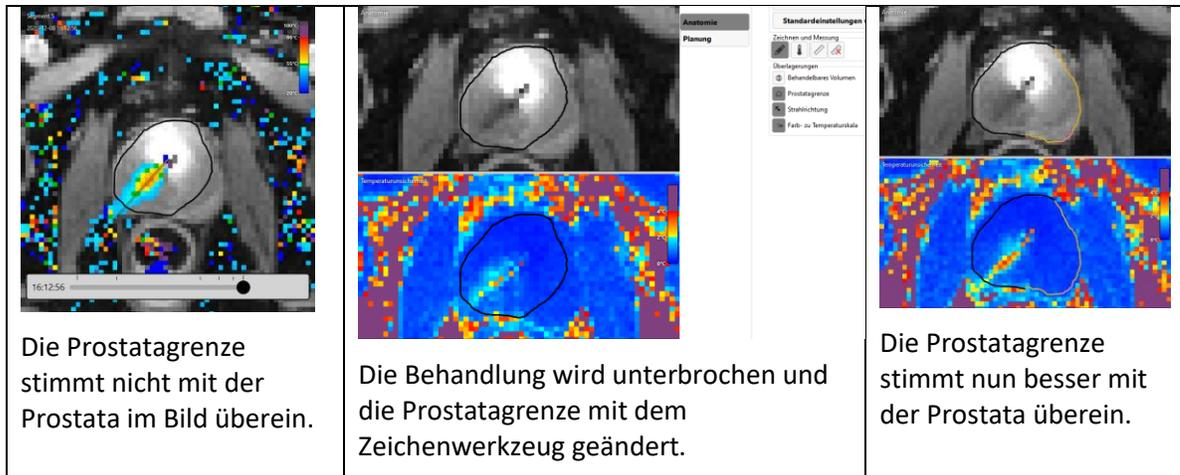

Abbildung 55: Bearbeiten der Prostatagrenze
3. Klicken Sie auf das Zeichenwerkzeug. In der TDC wird ein neues Feld mit der Kontur der Prostatagrenze und der Temperaturunsicherheit für die ausgewählte Schicht angezeigt (Abbildung 55).